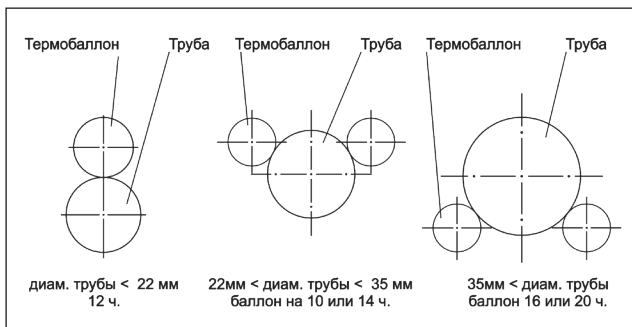

Рис. 11.7
8. Закрепите термобаллон регулирующего вентиля (Рис. 11.7). Место его расположения зависит от диаметра трубопровода линии всасывания. Рекомендуется размещать его на горизонтальном участке линии всасывания, вдали от источников тепла. Термобаллон должен быть установлен как можно ближе к выходному коллектору воздухоохладителя обязательно до маслоподъёмной петли. Термобаллон должен быть изолирован от внешних притоков тепла.